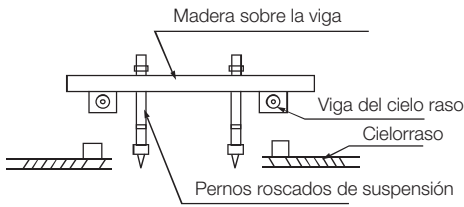
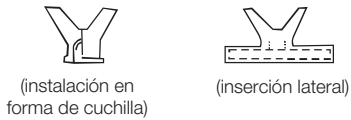

Fig.5-3
Fig.5-4
- Ver en la Fig. 5-3 y Fig. 5-4 la distancia de los pernos roscados de suspensión.